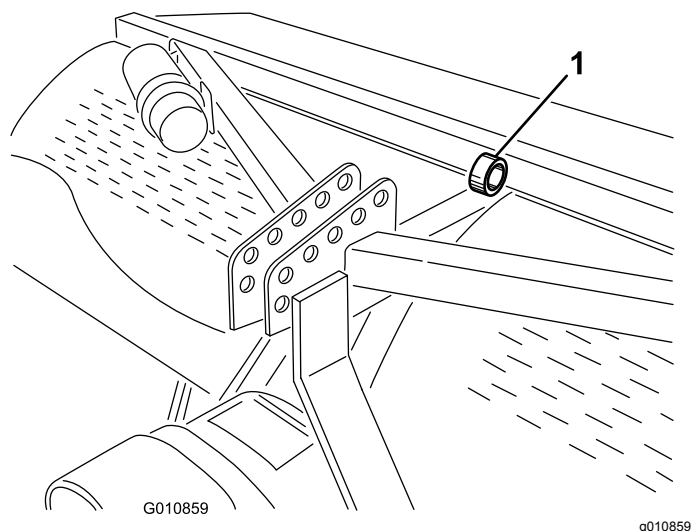

Figure 43
**Remarque:** Vous pouvez utiliser un pont élévateur pour soulever l'aérateur. Utilisez l'œillet de la tête d'aération comme point d'attache pour le levage (Figure 43). Assurez-vous que le pont élévateur offre une capacité de levage suffisante. Voir Caractéristiques techniques (page 23).